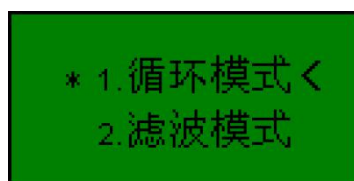

图15 补偿模式
(4) 补偿模式
①_x0001_ 如图15所示, 此页面用于设置控制器补偿模式。